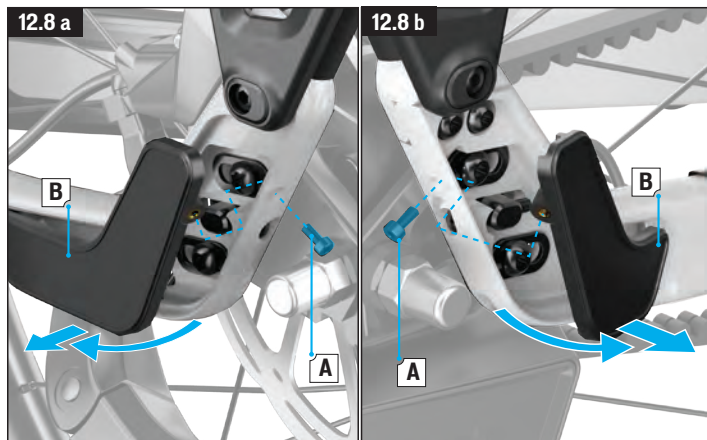

Abb. 12.8 A & B
- Entfernen Sie die Abdeckungen von den verstellbaren Ausfallenden (Abb. 12.8, A und B)
- Entfernen Sie mit einem TX25-Schlüssel die oberen Schrauben vom Rahmenschloss (A) und die Rahmenschloss-Zylindermutter (B) aus dem Ausfallende.
- Ziehen Sie die Kettenstrebe und die Sattelstrebe auseinander und schieben Sie den Zahnriemen vorsichtig durch die Öffnung in der Sattelstrebe (C).